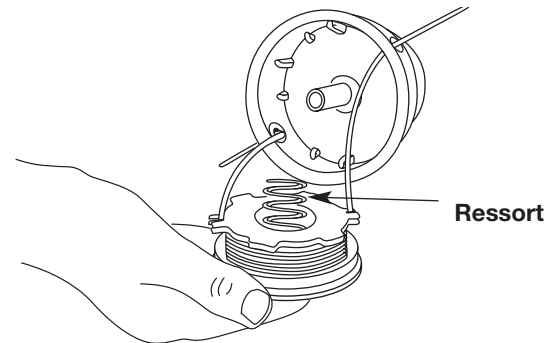

Fig. 22
- Insérez les extrémités du fil dans les œillets de la bobine extérieure et placez le moulinet et le ressort dans la bobine (Fig. 22). Enfoncez le moulinet et la bobine ensemble. Tout en tenant le moulinet et la bobine, saisissez les extrémités et tirez fermement pour dégager le fil des fentes de retenue de la bobine.
- Insérez les extrémités du fil dans les œillets de la bobine extérieure (Fig. 22).